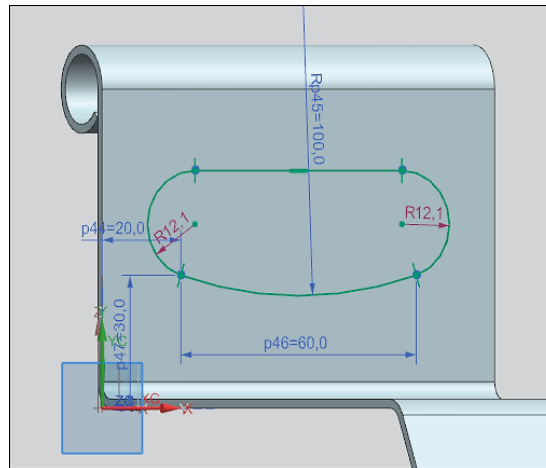
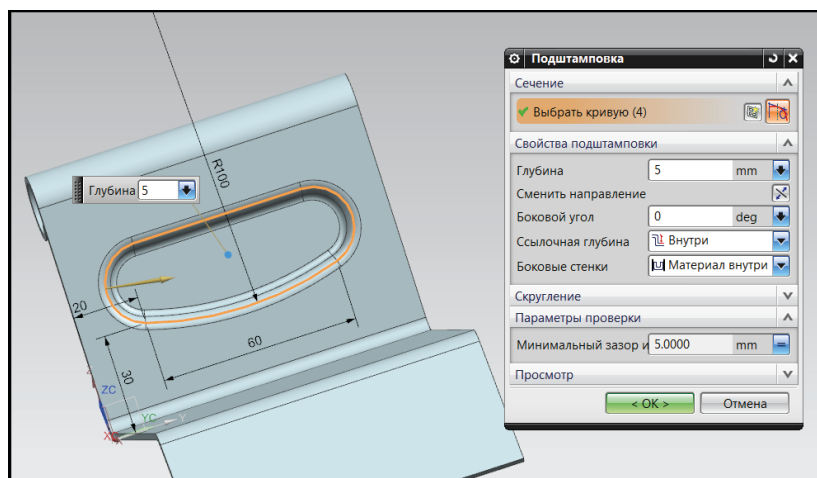

Рис. 1.15. Эскиз подштамповки
Рис. 1.16. Подштамповка
6. Постройте **Подштамповку** (ленточная панель – раздел **Штамповка – Подштамповка**) на внутренней грани первого фланца. Создайте эскиз подштамповки (рис. 1.15). Задайте параметры полости подштамповки (рис. 1.16).